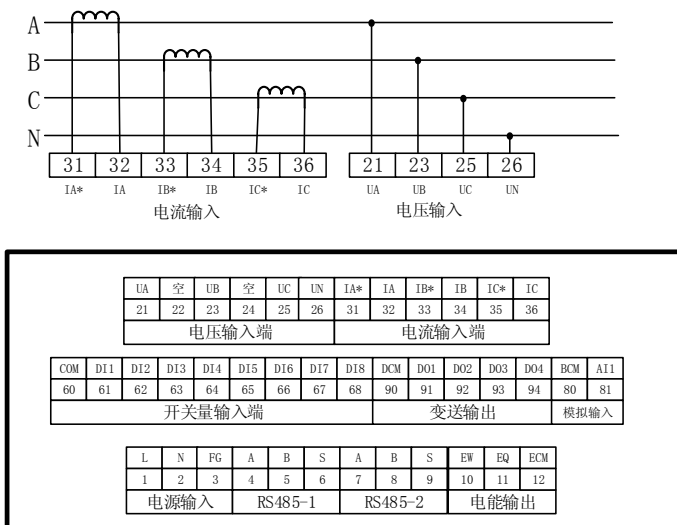
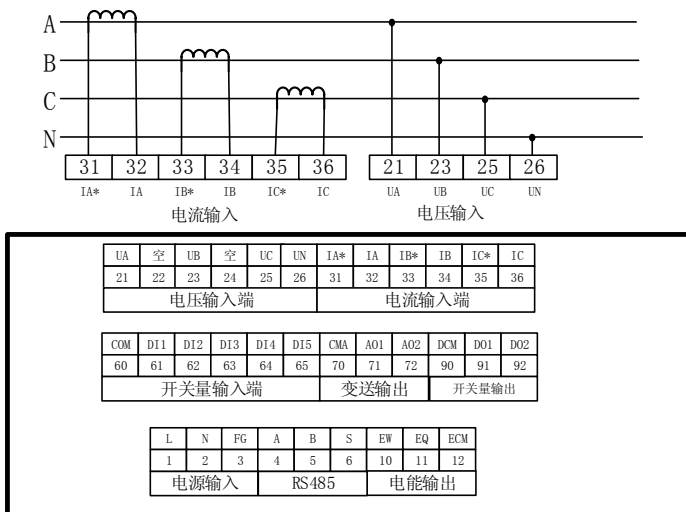

图5 96×96多功能电力仪表端子布置图2
图6 72×72多功能电力仪表端子布置图2
2) 基本电量测量+开关量输入+开关量输出 (见图 5, 图 6)